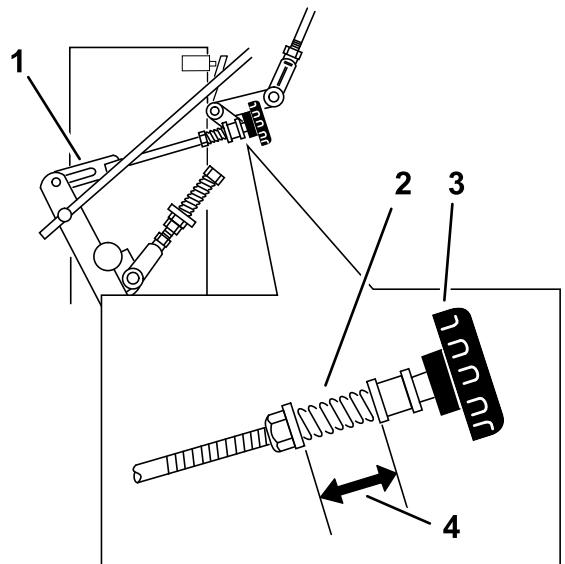

Bild 38
3. Stellen Sie das rechte Gestänge ein, indem Sie das Schnellspur-Handrad nach links drehen, bis sich der Reifen vorwärts dreht (Bild 38).
4. Drehen Sie das Handrad jeweils um eine Vierteldrehung nach rechts. Schieben Sie den Fahrgeschwindigkeitshebel nach vorne und dann zurück in die NEUTRALStellung. Wiederholen Sie diese Schritte, bis sich das rechte Rad nicht mehr vorwärts dreht (Bild 38).
6. Die Feder, die das Handrad spannt, muss normalerweise nicht eingestellt werden. Wenn eine Einstellung notwendig ist, stellen Sie die Länge der Feder zwischen den Scheiben auf 26 mm ein (Bild 38).
7. Drehen Sie die Mutter vorne an der Feder, um die Federlänge einzustellen (Bild 38).